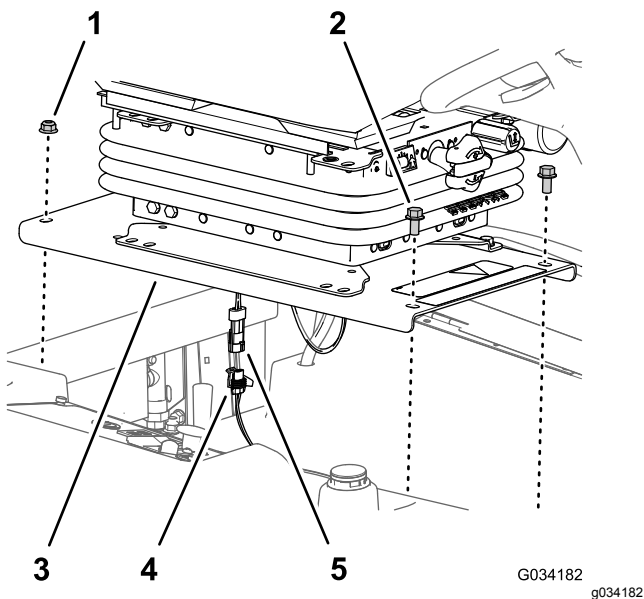

Рисунок 35
1. Выверните 2 болта с фланцевыми головками (3/8 x 3/4 дюйма), которые крепят переднюю часть плиты сиденья к ходовой части машины (Рисунок 35).
2. Подсоедините 2-штыревой соединитель жгута проводов переключателя механизма контроля присутствия оператора к 2-гнездовому соединителю жгута проводов машины; см. раздел Рисунок 35.
3. Совместите задние отверстия в плите сиденья (Рисунок 35) с двумя каретными болтами (3/8 x 1 дюйм) в швеллере радиатора.
4. Установите плиту сиденья (Рисунок 35) на каретные болты, закрепив двумя фланцевыми контргайками (3/8 дюйма), снятыми при выполнении пункта 2 в разделе Демонтаж сиденья и плиты сиденья \(страница 46\).
5. Совместите передние отверстия в плите сиденья (Рисунок 35) с резьбой стержней бака.
6. Установите плиту сиденья (Рисунок 35) на стержни бака с помощью двух болтов с фланцевыми головками (3/8 x 3/4 дюйма), снятых при выполнении пункта 1 в разделе Демонтаж сиденья и плиты сиденья \(страница 46\).
2. Отверните 2 фланцевые контргайки (3/8 дюйма), которые крепят заднюю часть плиты сиденья к ходовой части машины (Рисунок 35).
4. Отсоедините 2-штыревой соединитель жгута проводов переключателя механизма контроля присутствия оператора от 2-гнездового разъема жгута проводки машины (Рисунок 35).